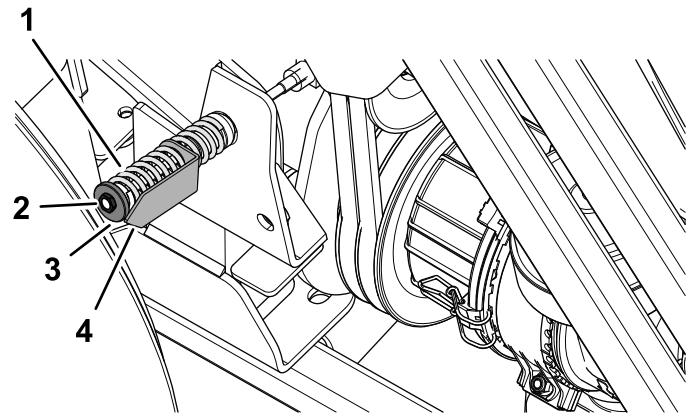

Figure 89
5. Au besoin, tournez l'écrou du tendeur de la poulie de tension jusqu'à ce que la flèche d'indication de tension soit alignée sur la surface extérieure de la rondelle (Figure 89).
8. Desserrez l'écrou du tendeur de la poulie de tension ; voir Figure 89 sous Contrôle de la tension de la courroie de PDF \(page 70\).